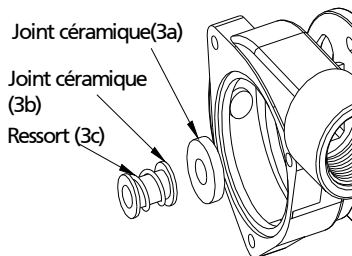

Figure 8
NOTE: Installation d'un nouveau joint est toujours recommandé lorsque la pompe est démontée au point du retrait du joint. Les faces de précision en carbone / céramique sur le joint mécanique sont facilement endommagées. Manipulez votre joint de réparation avec soins. Ne toucher pas la face carbone / céramique du joint. Procéder comme suivant et se référer aux figures 8, 9 et 12.
6. Presser le nouveau joint en céramique dans le boîtier avec la partie céramique du joint en céramique opposée au moteur (Voir Figure 8).